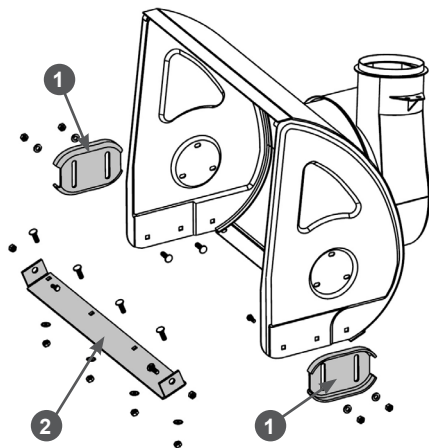

Рис. 47 Обслуживание кожуха шнеков
1. Открутите гайки, извлеките болты крепления полозков 1 (Рис. 47) и снимите полозки с кожуха шнеков.
2. Переверните полозки на 180 градусов или установите новые полозки и закрепите их четырьмя болтами и гайками (Рис. 47). Перед окончательной затяжкой гаек отрегулируйте высоту забора снега.
Для наглядности на Рис. 47 кожух шнеков показан без шнеков, редуктора и валов.
1. Открутите гайки, извлеките болты крепления и снимите нижнюю накладку 2 с кожуха шнеков (Рис. 47).
2. Установите новую нижнюю накладку и закрепите ее болтами и гайками (Рис. 47).